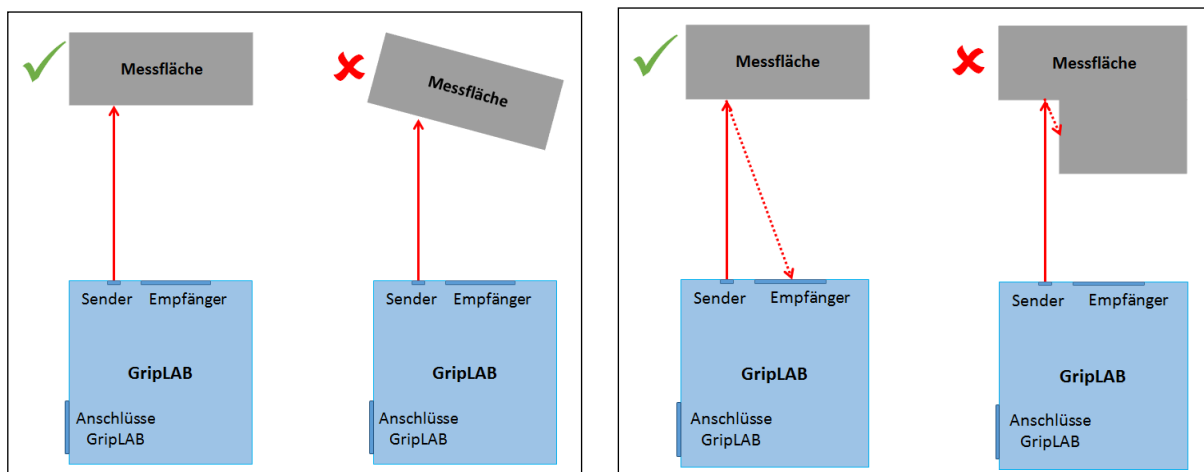

Abbildung 7: Vorschriften für Messpunkte
- Der Laserstrahl muss in dem Messpunkt senkrecht auf die zu messende Fläche treffen (siehe Abbildung 7).
- Der Laserstrahl darf durch keine Kante verdeckt werden (siehe Abbildung 7).